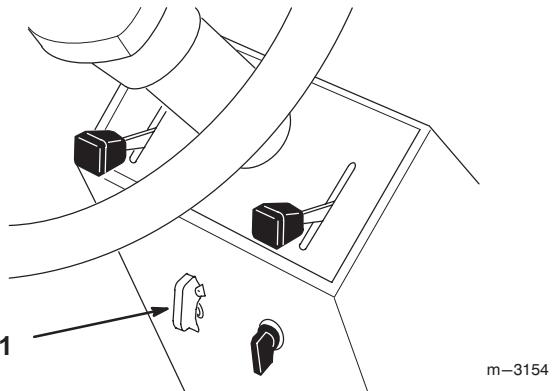

Bild 7
- Heben Sie zum Aktivieren der Zapfwelle die Abdeckung hoch und schieben den ZWA-Schalter auf "EIN" (Bild 7).
- Das Schließen der Hubabdeckung stellt den ZWA-Schalter auf "AUS" (Bild 7).